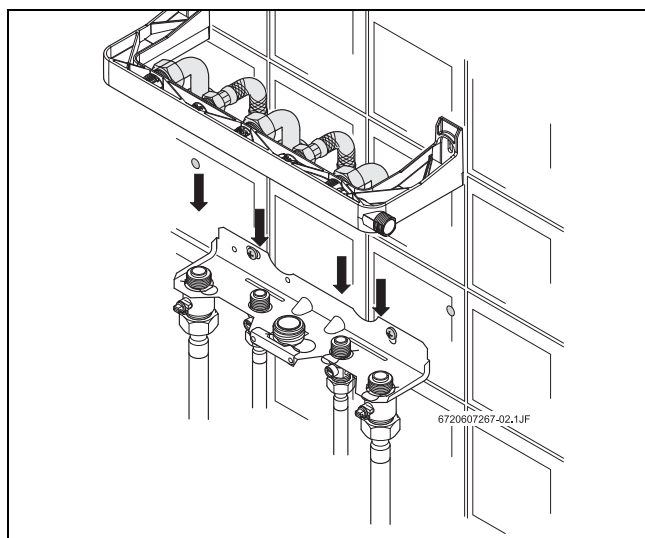

Рис. 18 Подключение установочного комплекта
- Присоединить трубы установочного комплекта к подводящим трубам (Рис. 18).